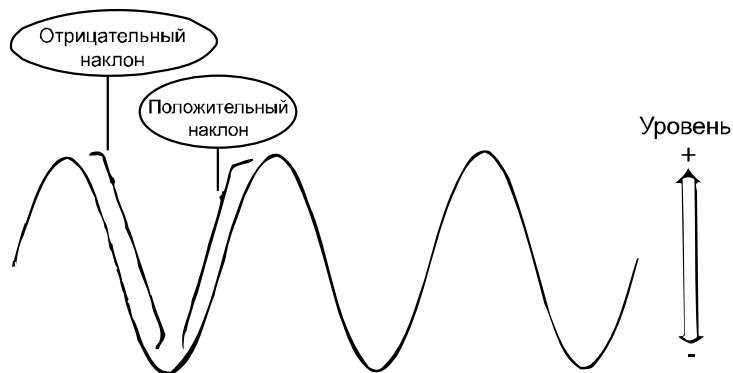

Рис. 7-5
Когда переключатель (10) находится в положении "-", развёртка запускается отрицательной частью синхронизирующего сигнала. Выбор полярности сигнала показан на рис. 7-5